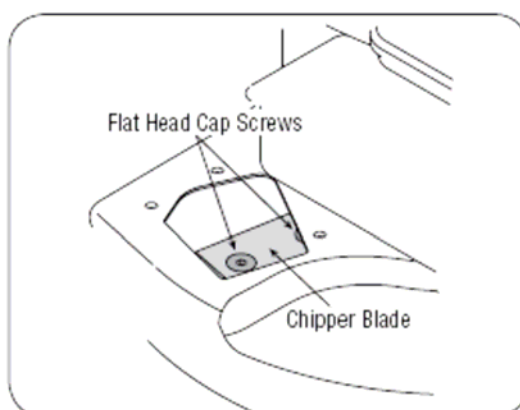

Figure 26
9. С помощью ключа 3/16 дюйма снимите винты с плоской головкой, которые крепят ножи к рабочему колесу. Доступ к этим винтам можно получить через отверстие, образовавшееся при снятии патрубка измельчителя (смотри рисунок 26).